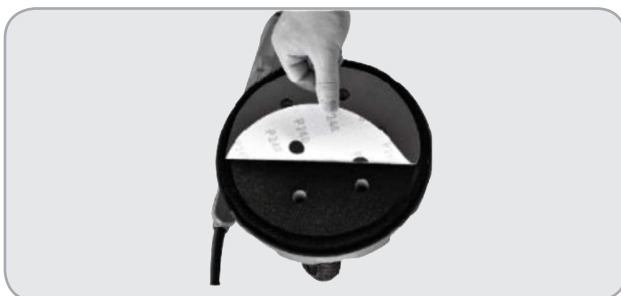

Fig.3
- Scoateți șmirghelul din cutia de instrumente și apoi fixați-l pe disc (Fig.3). Partea din spate a șmirghelului se va lipi automat cu discul.